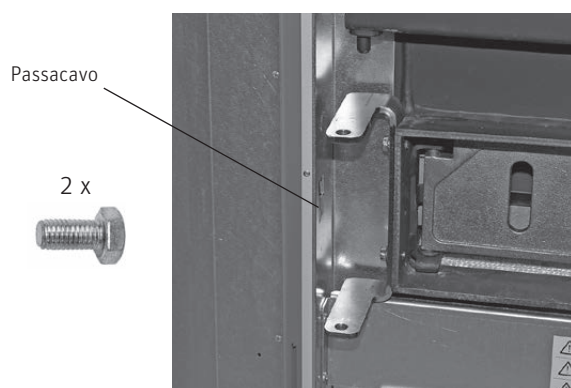

fig.7 Avvitare il supporto dello sportello, rompere il passacavo.
- Fissare il supporto dello sportello al telaio dello sportello di accensione sul lato della caldaia con 2 viti a testa esagonale M8x16, fig. 7.
- Rompere la prepunzonatura (passaggio) nella parete laterale, fig. 7.